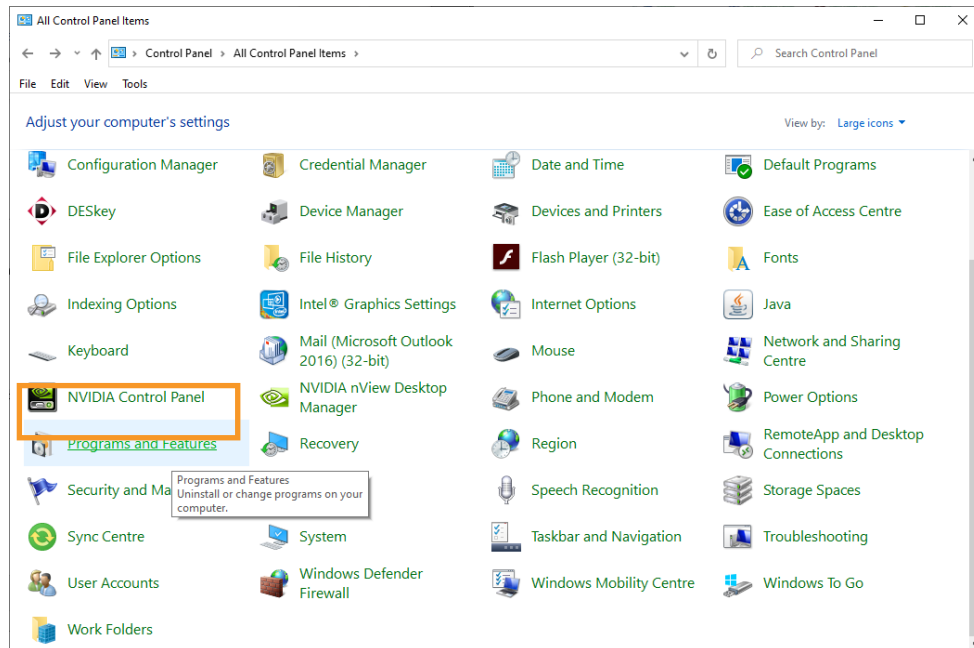

Imagen 26 Panel de control de Windows: Programas y características
2. En el Panel de control de Windows, seleccione “Programas y características” (consulte la Imagen 26).